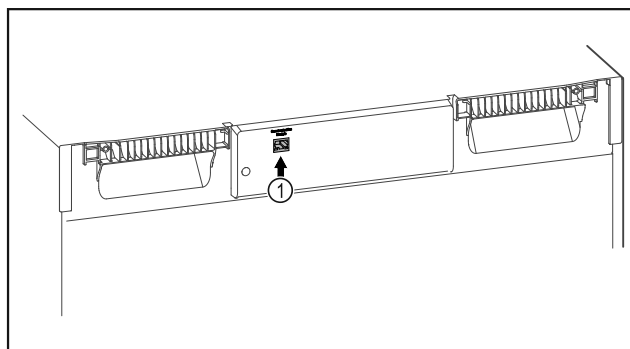

Fig. 106
- ❑ Le SmartModule Fig. 106 (1) est en place.